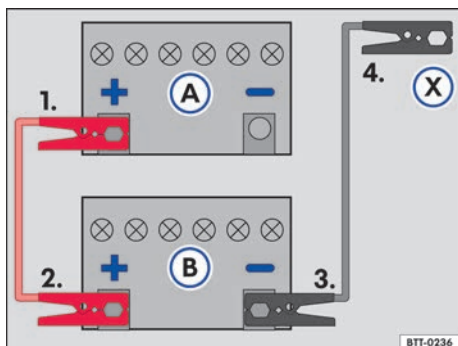

Fig. 168 Esquema para a conexão dos cabos auxiliares de partida: bateria do veículo descarregada (A) e bateria do veículo fornecedora de corrente (B).
Legenda para → Fig. 168:
- Conectar uma extremidade do cabo auxiliar de partida *vermelho* ao polo positivo → Fig. 168 + do veículo com a bateria do veículo descarregada ③ → ⚠.
- Conectar a outra extremidade do cabo auxiliar de partida *vermelho* ao polo positivo + da bateria do veículo fornecedora de corrente ④.
- Conectar uma extremidade do cabo de auxílio na partida *preto* ao polo negativo - da bateria do veículo fornecedora de corrente ⑤.
- Conectar a outra extremidade do cabo auxiliar de partida *preto* X no veículo com a bateria do veículo descarregada em uma peça maciça de metal aparafusada firmemente ao bloco do motor ou no próprio bloco do motor - porém não nas proximidades da bateria ⑥ → ⚠.